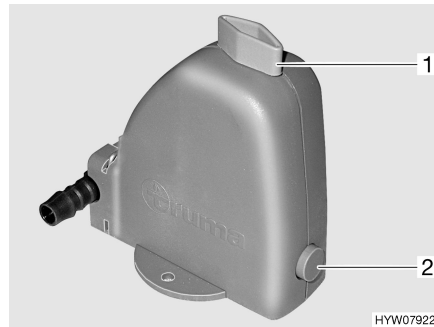

Fig. 68 Valve de sécurité et de vidange
- Fermer la valve de sécurité et de vidange (Fig. 68). Tourner pour cela le bouton rotatif (Fig. 68,1) dans le sens transversal par rapport à la valve de sécurité et de vidange et enfoncer le bouton-poussoir (Fig. 68,2). Lorsque la température descend en dessous de 6 °C, la valve de sécurité et de vidange ne peut pas être fermée.